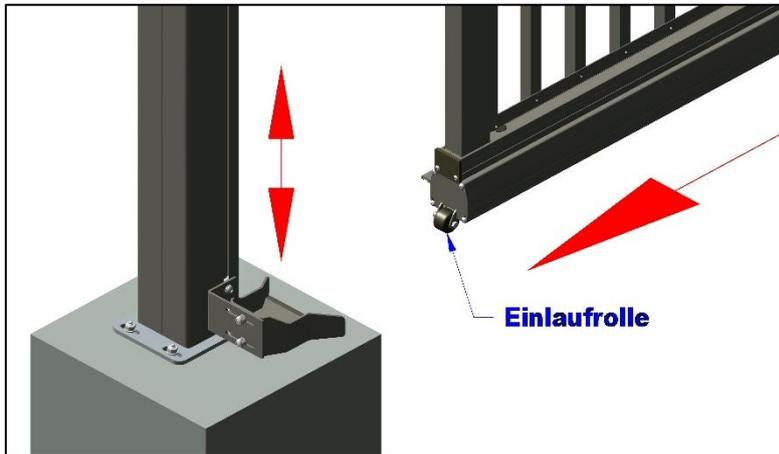

Abbildung 18: Tor einstellen
10. Höhe der Auflaufkonsole einstellen, damit der Abstand zwischen Tor mit Einlaufrolle und Auflaufkonsole genau 5 mm beträgt, siehe *Abbildung 18: Tor einstellen*. Eine nicht einwandfreie Einstellung erhöht die Gefahr einer Störung durch eine zu große Einlaufkraft.